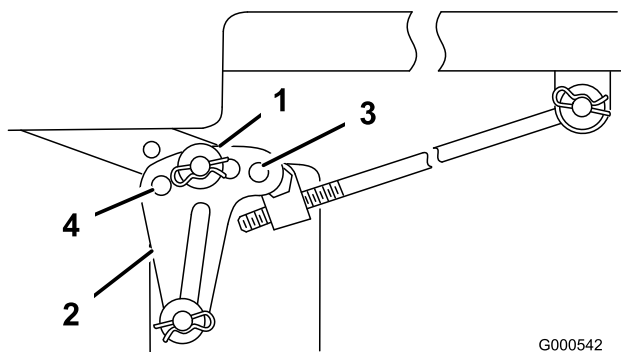

Bild 53
6. Entfernen Sie den Splint und die Scheibe von der Nivellierhalterung (Bild 53).
7. Bringen Sie zum Nivellieren der(s) Schnittmesser(s) die Nivellierhalterung(en) in einem anderen Loch an und setzen Sie die Scheibe und den Splint wieder ein. (Bild 53). Durch ein vorderes Loch wird die Schnittmesserhöhe gesenkt und durch ein hinteres Loch angehoben. Stellen Sie beide Seiten bei Bedarf ein.